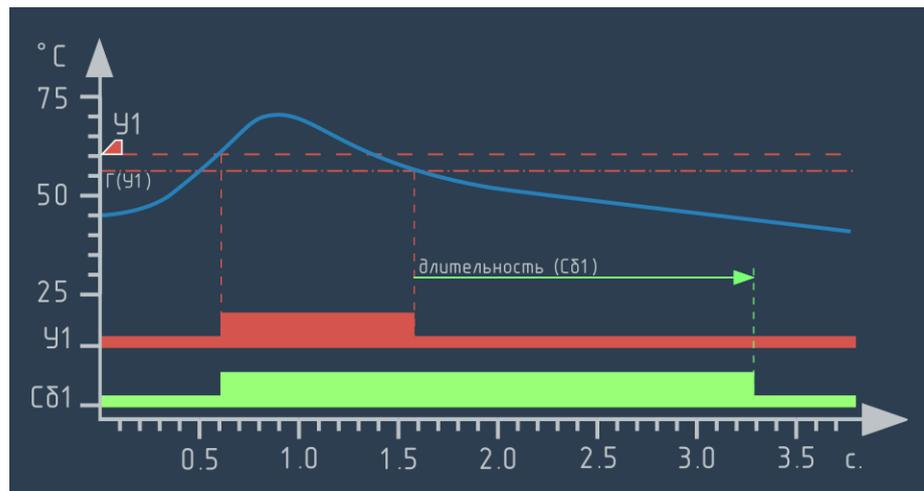

Рисунок 6.60 – График работы события для которого установлена длительность 1,7 с.
- ▶ по времени – длительность устанавливается в абсолютных единицах (см. рисунок 6.60);